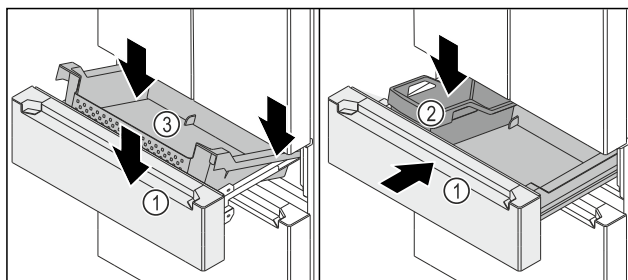

Fig. 147
- Висувний візок Fig. 147 (1) витягнуто.
- ▶ Установіть контейнер Fig. 147 (3) ззаду на рейки праворуч і ліворуч.
- ▶ Опустіть контейнер Fig. 147 (3) спереду так, щоб контейнер Fig. 147 (3) охоплював рейки праворуч і ліворуч.
- ▶ Вставте FlexBox Fig. 147 (2).
- ▶ Всуňte висувний візок Fig. 147 (1).